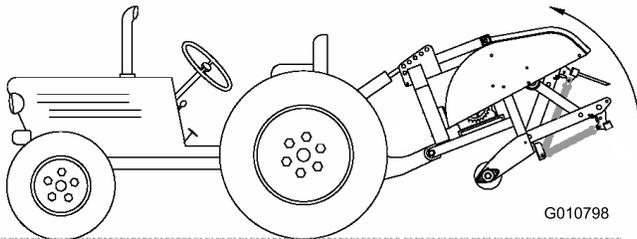

図 11
2. エアレータを一番高い位置まで上昇させ、油圧上部リンクの油圧シリンダまたは上部リンクを完全に縮める 図 11。